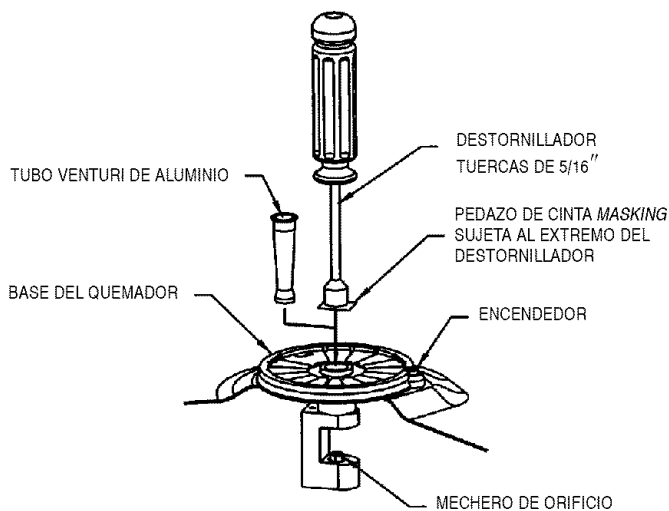

FIGURA 7
- Paso 4: Presione con firmeza el destornillador de tuercas sobre el mechero del orificio (figura 7) y afloje el mechero girándolo en sentido contrario al de las manecillas del reloj. Cuidadosamente levante el destornillador de tuercas y sáquele del cuello del quemador. El mechero del orificio debe quedar atrapado en el hueco. Repita este paso con cada uno de los quemadores.